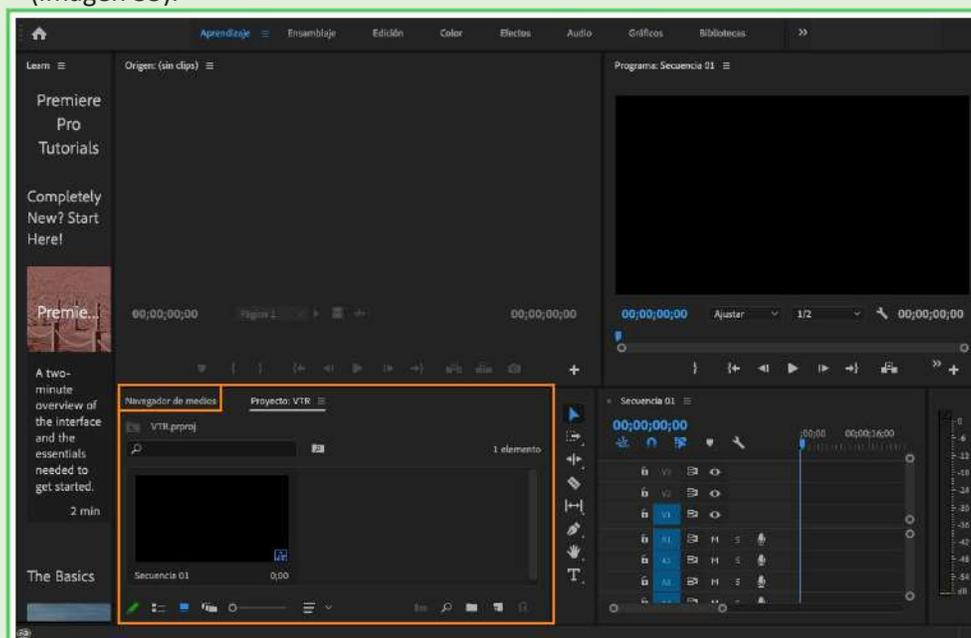
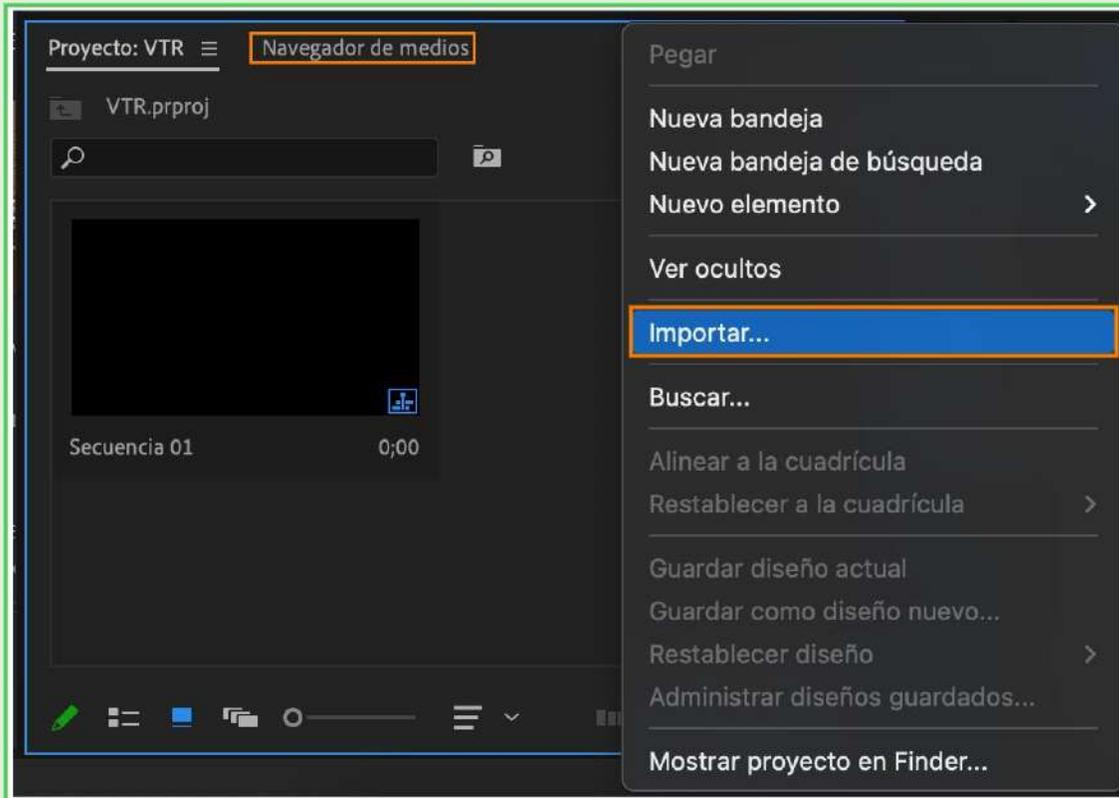
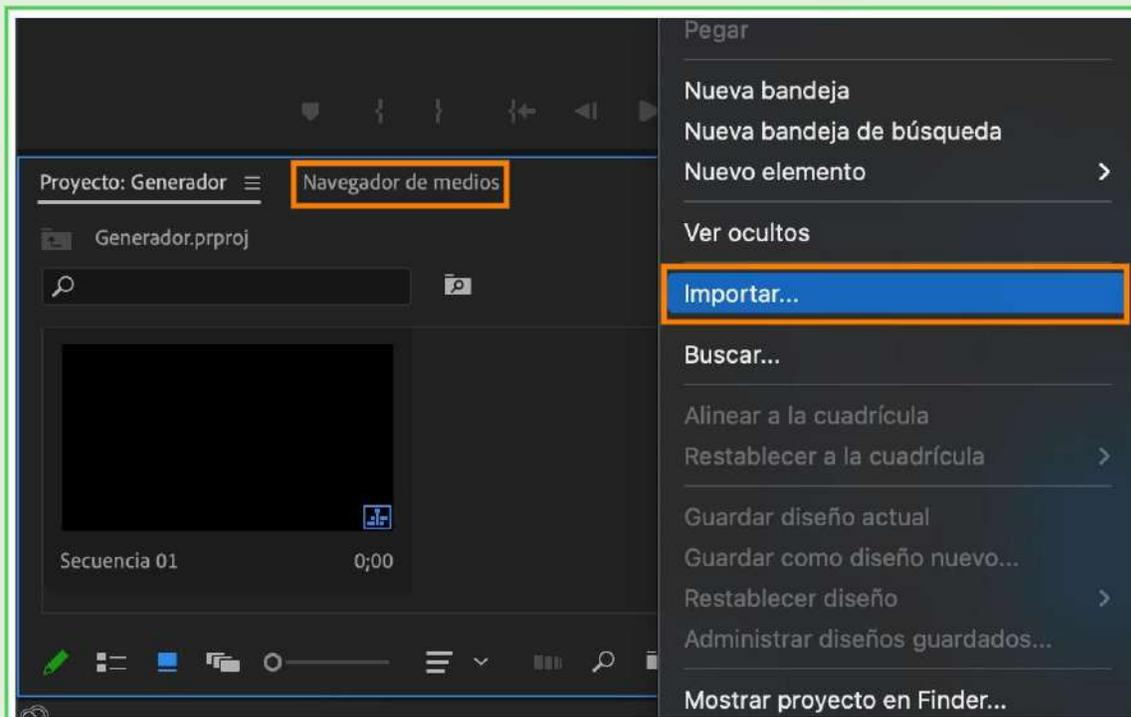

Imagen 34. Ventana del navegador de medios.
Imagen 35. Para importar los archivos.
Imagen 45. Para importar los archivos.
2. Para importar los archivos que se vayan a manipular, debe dirigirse a la ventana “Navegador de medios”, que se encuentra en la parte inferior izquierda del programa (imagen 34). Hacer clic en el botón derecho del mouse, para desplegar un submenú donde debe seleccionar “Importar” (imagen 35).
- Para importar los archivos que se van a manipular, debe dirigirse a la ventana “Navegador de medios”, que se encuentra en la parte inferior izquierda del programa (imagen 34). Dar clic al botón derecho del mouse, para desplegar un submenú donde debe seleccionar “Importar” (imagen 45).